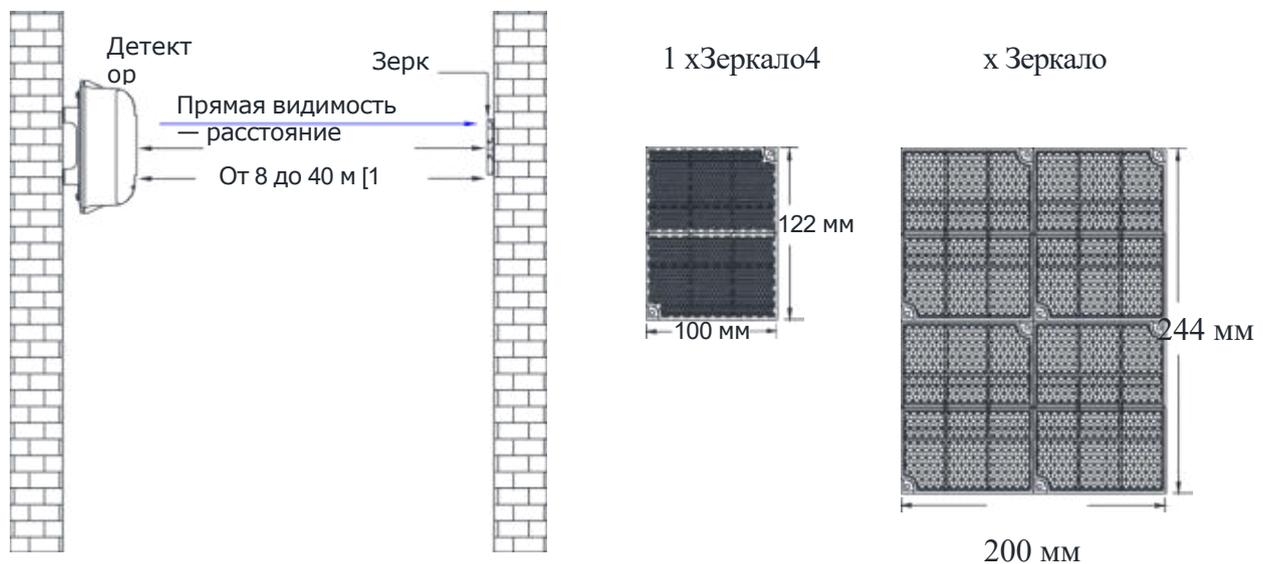

Рис. 6. Установка зеркала-отражателя.
1. В зависимости от требований проекта, если расстояние между детектором и зеркалом-отражателем составляет 8-40 м, достаточно установить один отражатель; если расстояние 40–100 м, требуются четыре отражателя. См. рисунок 6.
3. Закрепите зеркало-рефлектор с помощью двух стандартных винтов ST4x30. В случае цельного зеркала при необходимости выполните те же действия для других зеркал. См. рисунок 6.